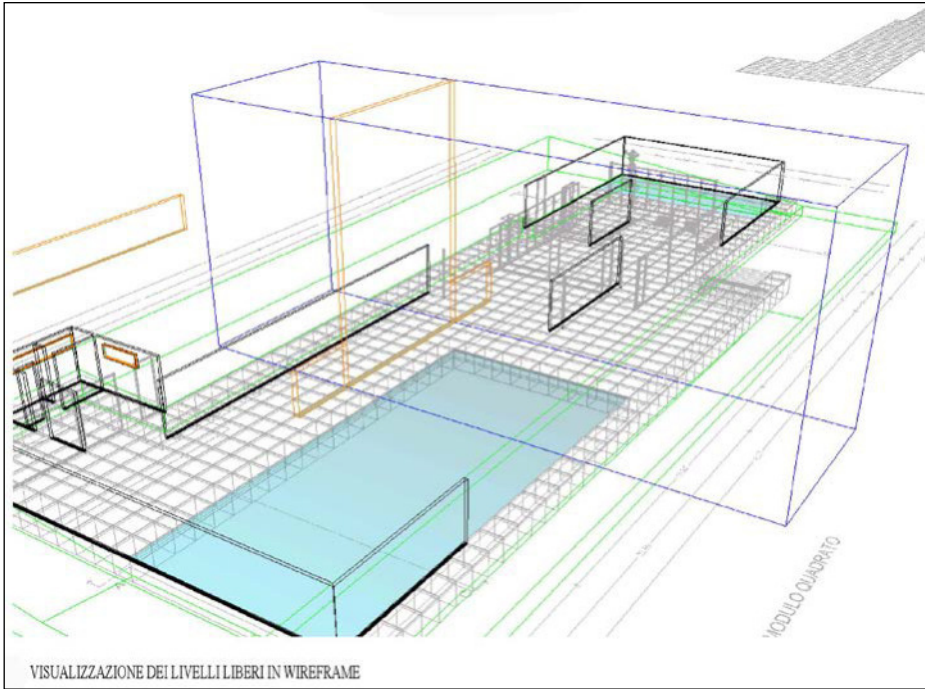

Fig. 17
- si crea un parallelepipedo, non visibile in animazione, che mostra il campo d'esistenza dei livelli (Fig.17).